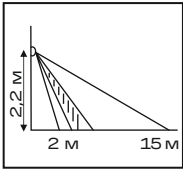

Рис. 5
- 6.2 Монтаж осветительного прибора рекомендуется осуществлять только на стену из-за особенности расположения датчика. Высота монтажа от 1,5 м до 3,5 м (рис. 5).